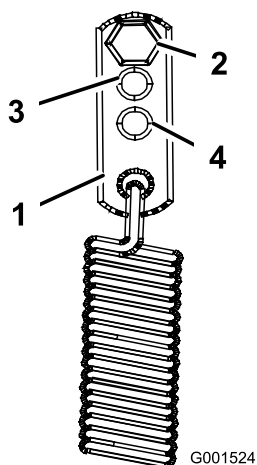

Figura 44
3. Para un ajuste más duro, vuelva a colocar los anclajes de los muelles en las posiciones de servicio medio o pesado (Figura 44). Los anclajes de los muelles se fijan a la esquina superior trasera de los protectores de la transmisión hidrostática en cada lado de la máquina.
La palanca del freno de estacionamiento está situada en el lado derecho de la máquina (Figura 44). Si el freno de estacionamiento no inmoviliza la máquina, ajústelo.